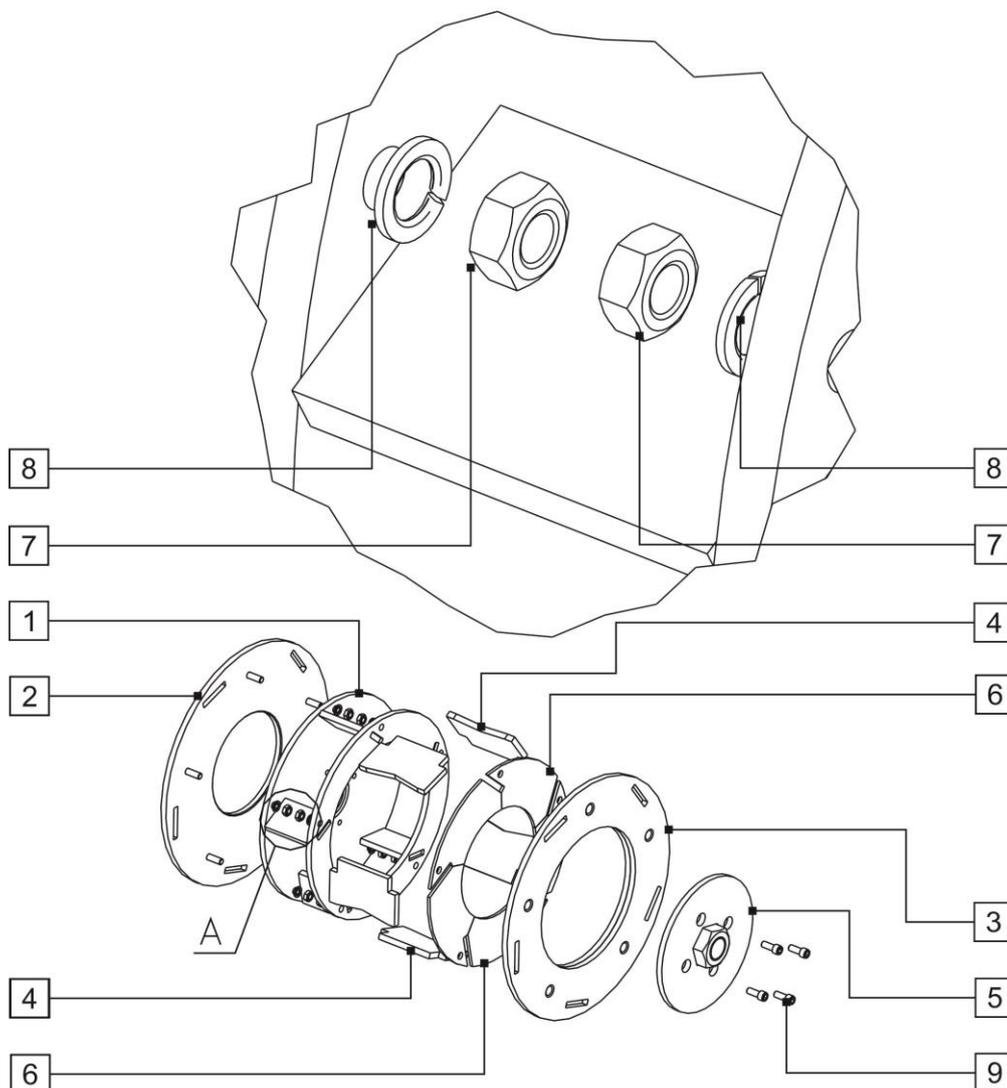

Рис. 3
Ротор-ускоритель (Рис. 3, Табл. 2) состоит из: корпуса ТКА2-02.100 (1) с приварной втулкой, кольца ротора ROT-02.200 (2), диска ротора ROT-02.300 (3), ускорителей (сменных пластин) ТКА2-02.002 (4), крышки ротора ТКА-12.000 (5), сегментов подкладных ROT-02.003 (6).